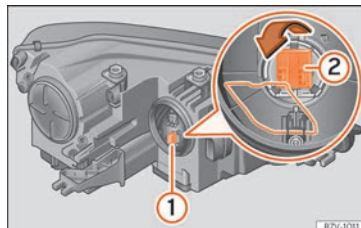

Fig. 65 Porte-ampoule du clignotant ① et feu de virage ②.
- Tournez le porte-ampoule » fig. 65 ① vers la gauche jusqu'en butée et retirez-le avec l'ampoule en tirant vers l'arrière.
- Appuyez fortement l'étrier métallique vers le bas et retirez le porte-ampoule vers l'arrière **②** » **fig. 65** avec l'ampoule.